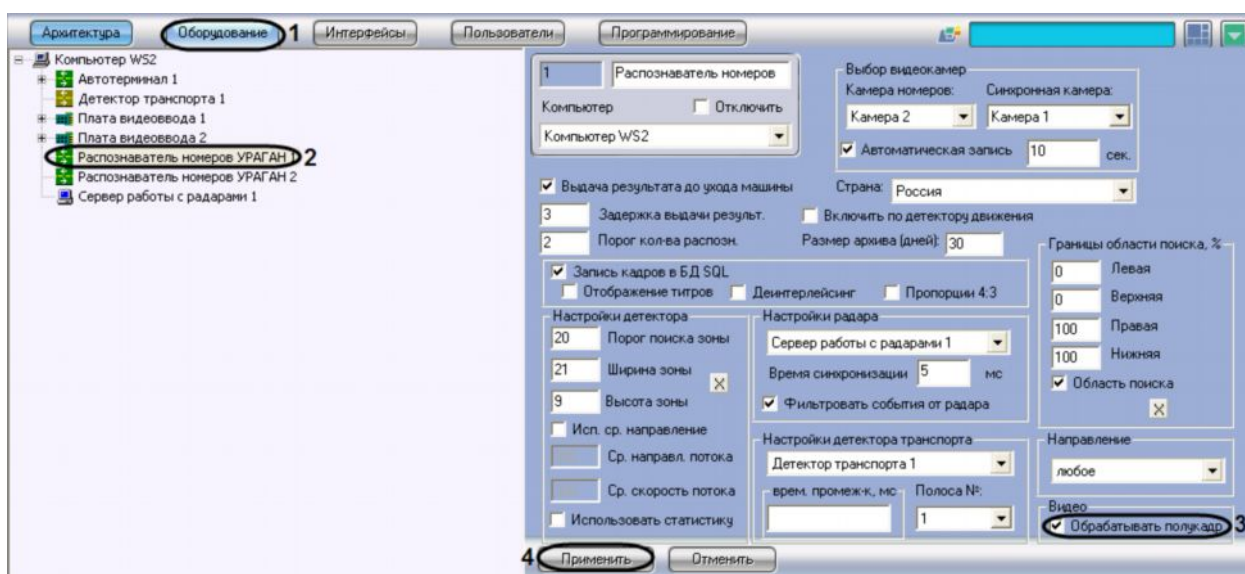

Рис. 7.2.14-1 Настройка обработки кадров
1. В диалоговом окне «Настройка системы» перейти на вкладку «Оборудование» (см. Рис. 7.2.14-1, 1).
2. В дереве объектов на вкладке «Оборудование» выбрать объект «Распознаватель номеров УРАГАН», соответствующий настраиваемому программному модулю «Ураган» (см.Рис.7.2.14-1, 2) В правой части вкладки «Оборудование» отобразится панель настройки выбранного объекта.
3. Снять (установить) флажок «Обрабатывать полукадр» (см. Рис. 7.2.14-1, 3).
4. Нажать кнопку «Применить» (см. Рис. 7.2.14-1, 4).